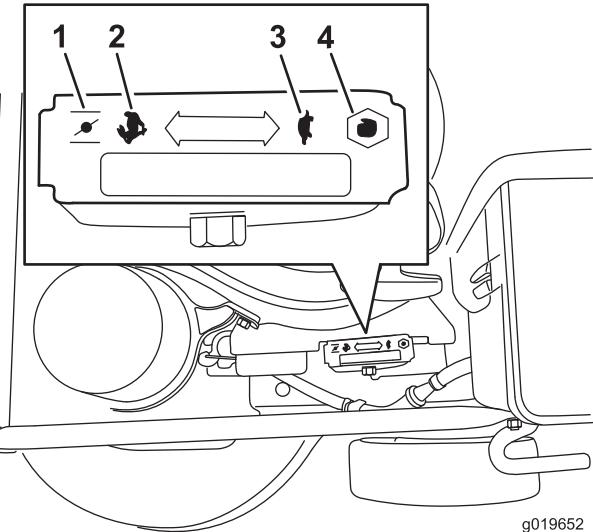

Bild 7
3. Stellen Sie die Gasbedienung auf die **Choke**-Stellung (Bild 7).